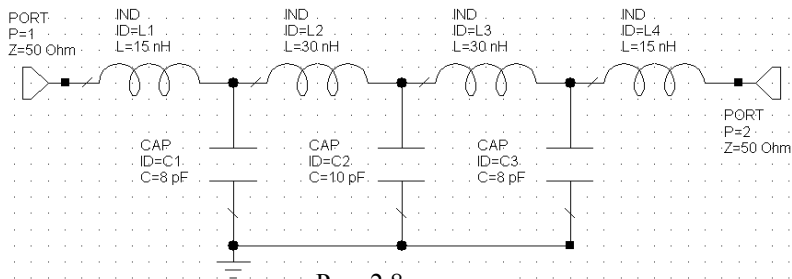

Рис. 2.8
- На вкладке **Parameters** этого окна в текстовое поле, расположенное в столбце **Value** (Значение) напротив значения индуктивности (**L**), введите **15** и нажмите **OK**. Изменение будет отражено на схеме (рис. 2.8). Альтернативно, можно дважды щёлкнуть левой кнопкой мышки по значению параметра в схеме (в данном случае по параметру **L=1 nH** индуктивности **ID=L1**). Откроется поле редактирования, которое позволяет изменить значение параметра непосредственно в схеме.